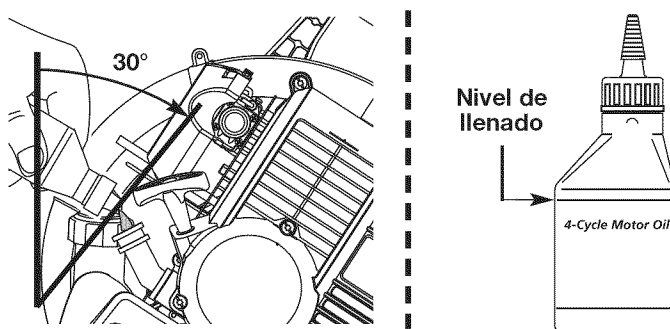

Fig. 23
4. Incline el unidad 30° (Fig. 23).
**NOTA:** Use la botella y la boquilla que guardó del uso inicial para medir la cantidad correcta. El nivel de 90 ml (3,04 onzas) está aproximadamente en la parte superior de la etiqueta de la botella (Fig. 23). Mida el nivel con la varilla de medición. Si el nivel está bajo, agregue una pequeña cantidad de aceite y vuelva a medir (Fig. 23). No lo llene demasiado.